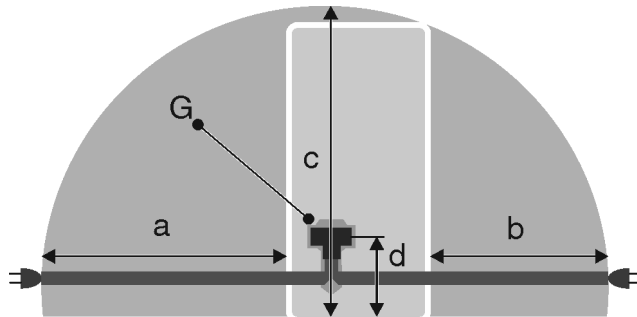

Fig. 51
- Розетка находится вне зоны задней стенки в данной зоне. Fig. 51 (a, b, c)
- ▶ Штекер устройства Fig. 51 (G) подсоединить с задней стороны устройства. Следить за правильной фиксацией.